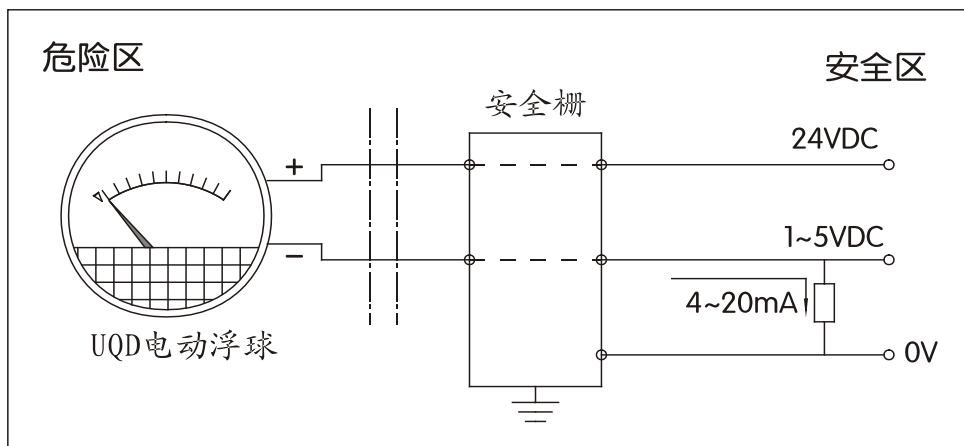

图 7 安全栅接线图示例
b) 变送器在易燃易爆等危险场所应用时必须配用安全栅，本安型变送器与安全栅接线。参见图 7。